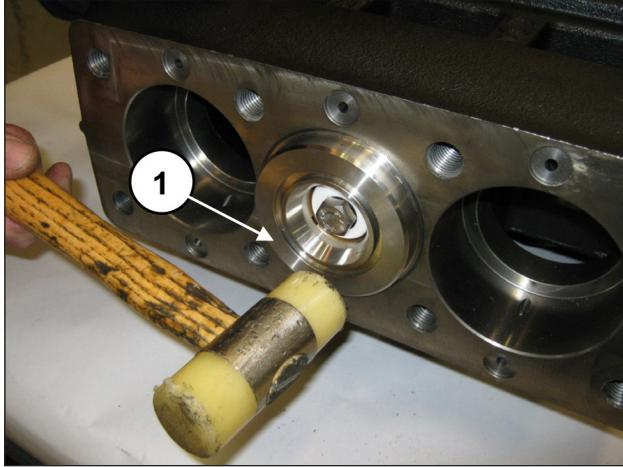

Fig. 188
S'assurer que l'ensemble chemise-support arrive à se loger correctement dans le fond du logement (rep. ①, Fig. 188).